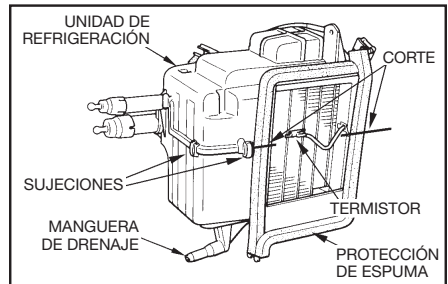

figura 3
2. Separe la caja de la unidad de refrigeración y extraiga el conjunto del evaporador de acuerdo con los procedimientos recomendados por el fabricante del vehículo (Ver figura 3).